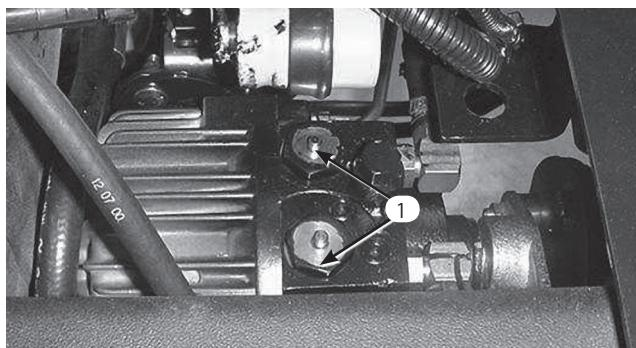

図33
2. トランスミッション上部にあるチェックバルブ・アセンブリ（図33：2本）の中心にあるピン（バイパスバルブ）を押しながら牽引する。図33は運転席をプレートごと外した状態の写真である。
1年に1回、チェックバルブのピンにたっぷりとグリスを塗ってください(図33)。また、500運転時間ごとまたは1年毎のうち早く到達した方の時期に、後アクスルのベアリング(写真なし)にグリスを注入してください。グリスアップ箇所を以下に列挙します：